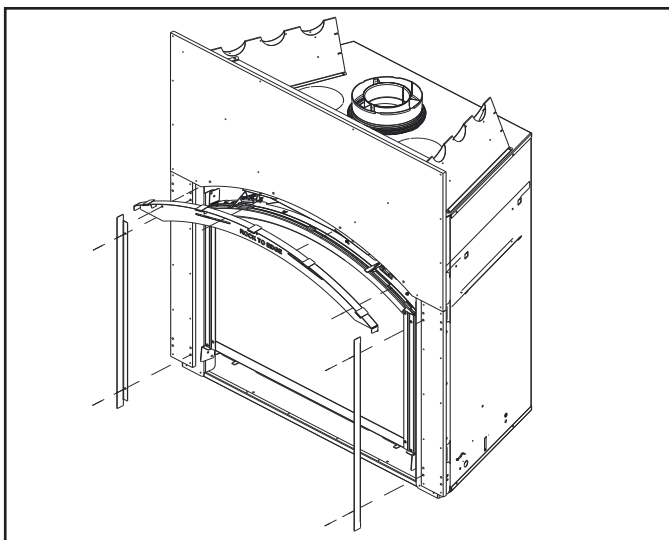

Figure 10.7 Pièces de finition du haut et de la voûte assemblées
4. Fixez le dessus assemblé et le gabarit de finition d'arche, ainsi que les deux pièces de gabarit de finition latérales, à l'appareil sur le dessus du panneau incombustible à l'aide des emplacements de trou illustrés à la Figure 10.7. Utilisez les vis autotaraudeuses fournies dans le sac du manuel pour fixer les pièces du modèle.